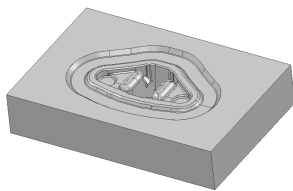

图 4-165 练习题 2) 图
2) 图 4-165 所示的凹模零件, 含有结构特征和三维曲面特征, 计算其加工刀具路径。毛坯为方坯, 刀具和切削参数自定义。零件数模在光盘中的存放位置: 光盘符:\习题\ch04\xt 4-02.dgk。